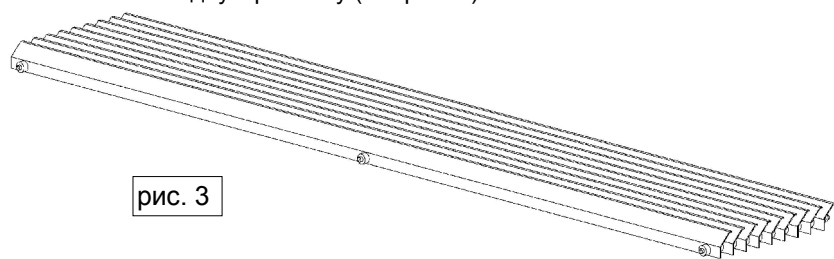

рис. 3
2.1 Снимите входную решётку (см. рис. 3).